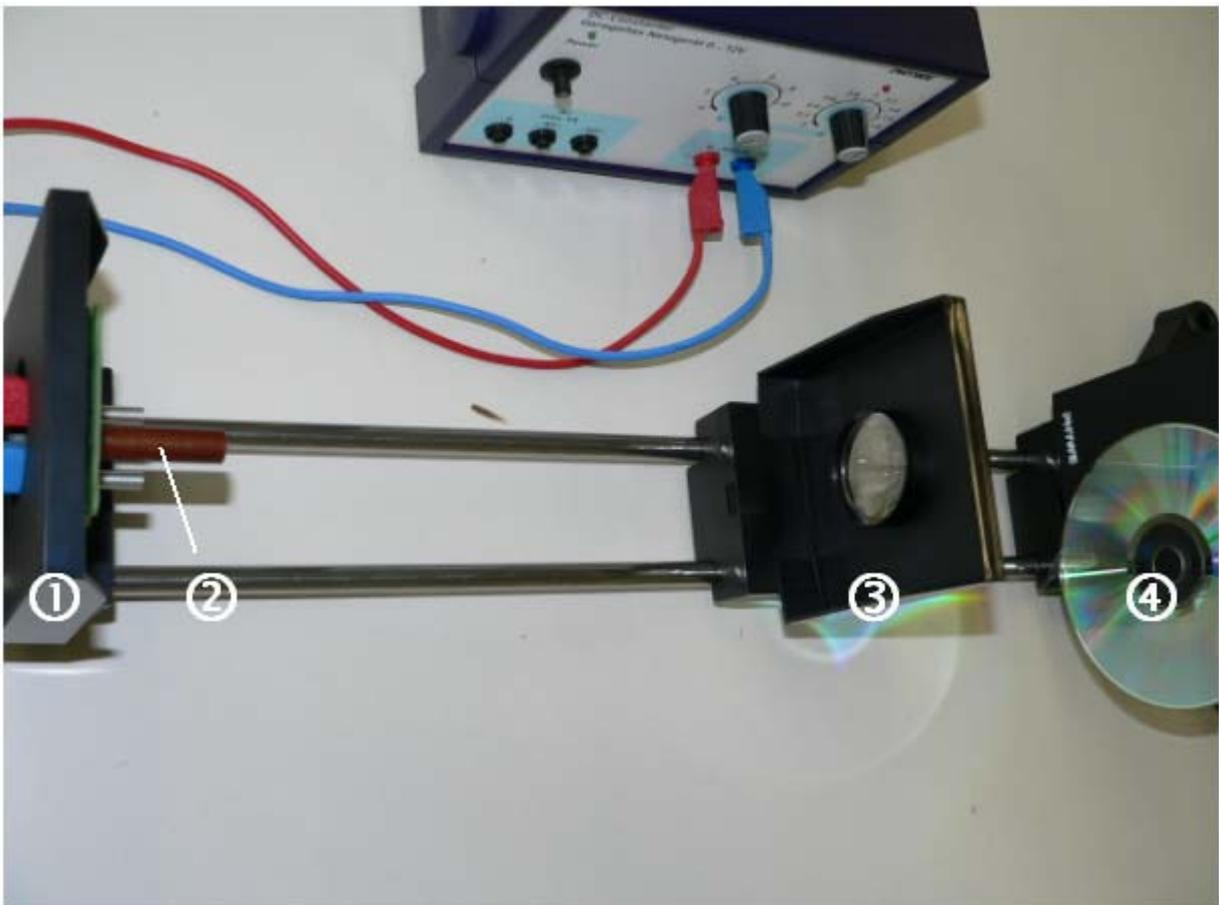

Abb. 1: Versuchsaufbau – LED ① mit Störlichttubus ②, Fokussierende Linse ③ und CD ④.
- Aufbau entsprechend Abbildung 1